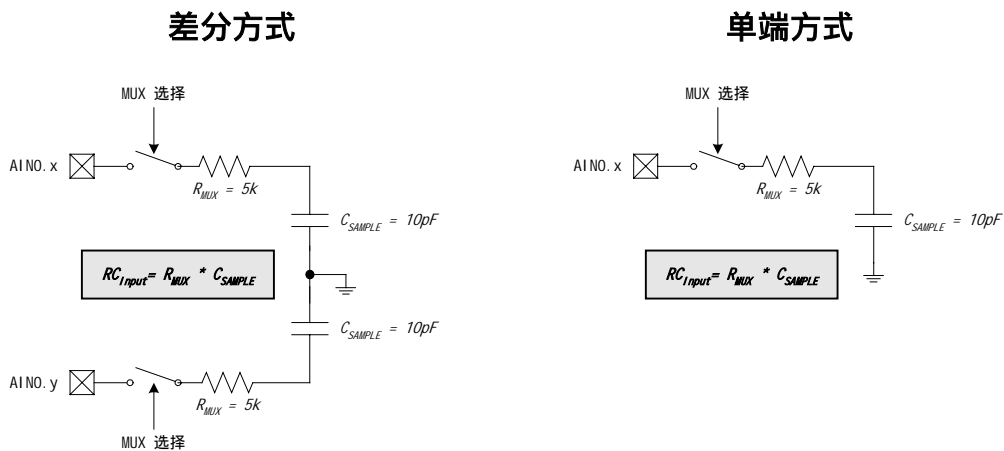

图 5.5 ADC0 等效输入电路
在进行一次精确的转换之前，需要有一个最小的跟踪时间。该跟踪时间由 ADC0 模拟多路器的电阻、ADC0 采样电容、外部信号源阻抗及所要求的转换精度决定。图 5.5 给出了单端和差分方式下等效的 ADC0 输入电路。注意：这两种等效电路的时间常数完全相同。对于一个给定的建立精度 (SA)，所需要的 ADC0 建立时间可以用方程 5.2 估算。当测量温度传感器的输出时， R_{TOTAL} 减小 R_{MUX} 。注意：在低功耗跟踪方式，每次转换需要用三个 SAR 时钟跟踪。对于大多数应用，三个 SAR 时钟可以满足跟踪需要。最小建立/跟踪时间要求见表 5.2。